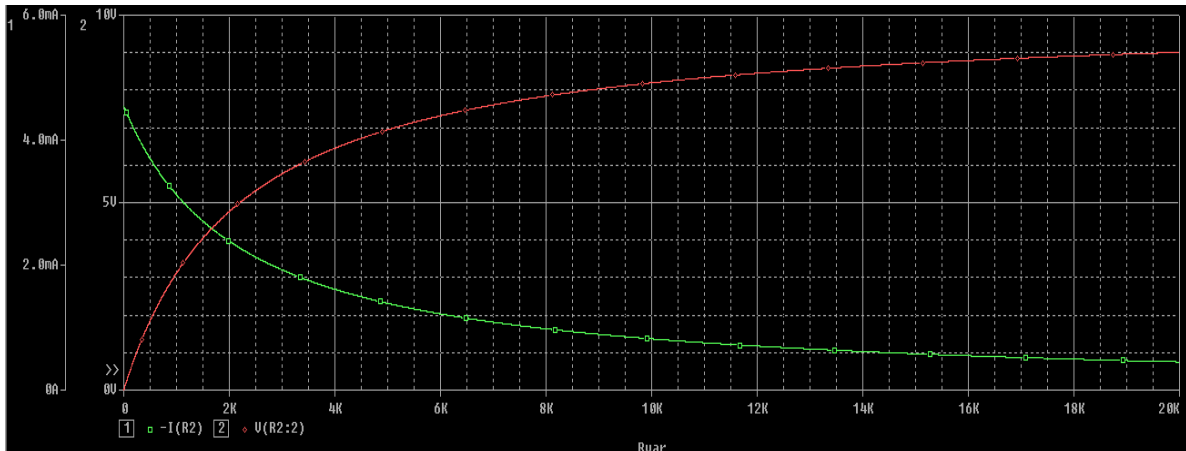

Рисунок 6.46 – Діаграми зміни струму $I(R2)$ та напруги $V(R2:2)$
56. Запустіть процес моделювання і виведіть на екран *Probe* діаграму напруги на $Rvar$ і діаграму струму, що проходить через $Rvar$ (рис. 6.46).
Діаграми, зображені на рис. 6.46, ілюструють те, що вам давно вже відомо: коли опір $Rvar$ має нульове значення, то значення струму, що прохо-